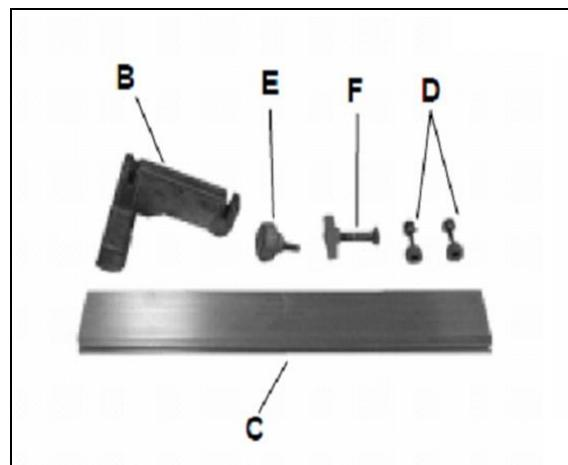

**Fig 6**
Pour positionner la butée longitudinale, monter le rail-guide (J, Fig 6) à la table avec les quatre vis papillon et les rondelles joints à la livraison (K).